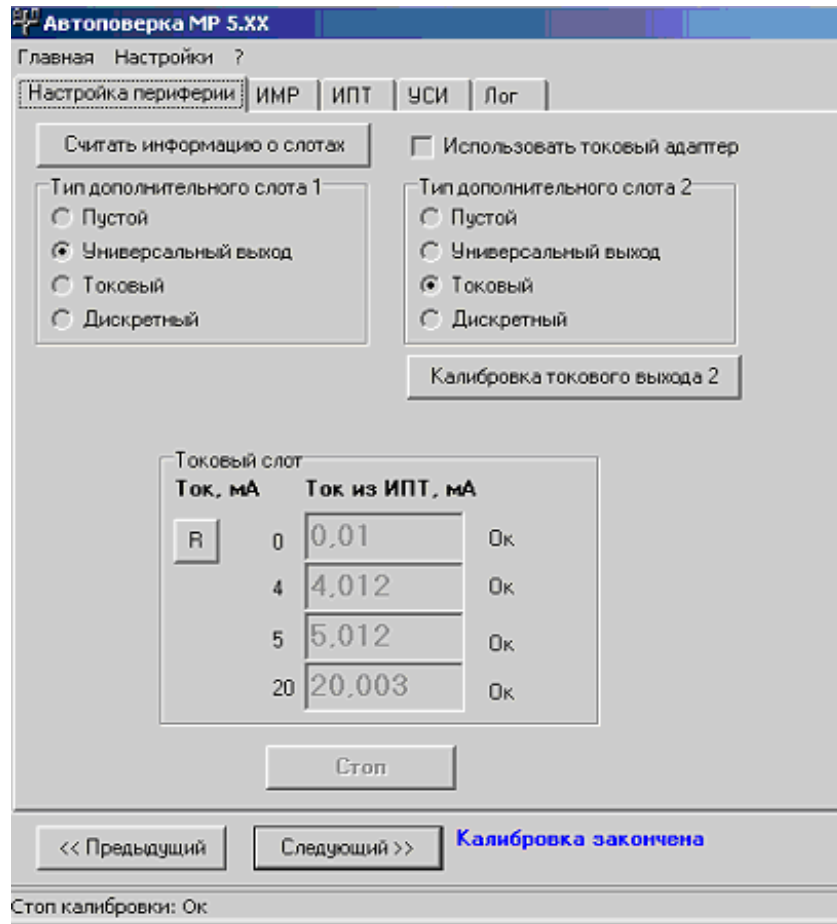

Рис. 18. Вид вкладки «Настройка периферии».
2.5.3.3. Нажать кнопку **Следующий** и считать данные в открывшейся вкладке **Настройка периферии** (рис.18). Выбрать типы модулей расширения, установленных в слотах 1, 2, и, если установлен токовый выход, провести его калибровку.